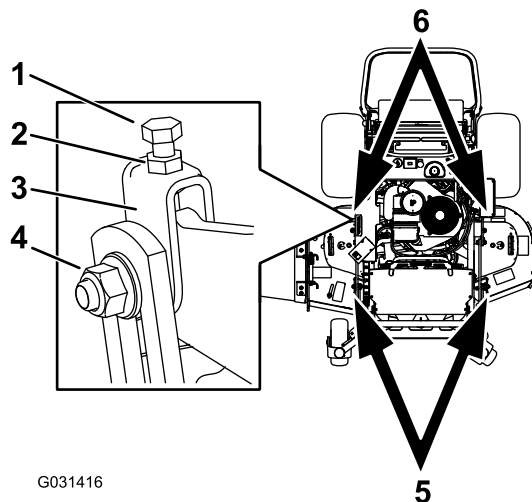

Figura 84
2. Gire el perno superior de las horquillas para ajustar la altura de la carcasa de corte (Figura 84).
5. Si la medida no es correcta, localice las dos horquillas en la máquina (Figura 84).